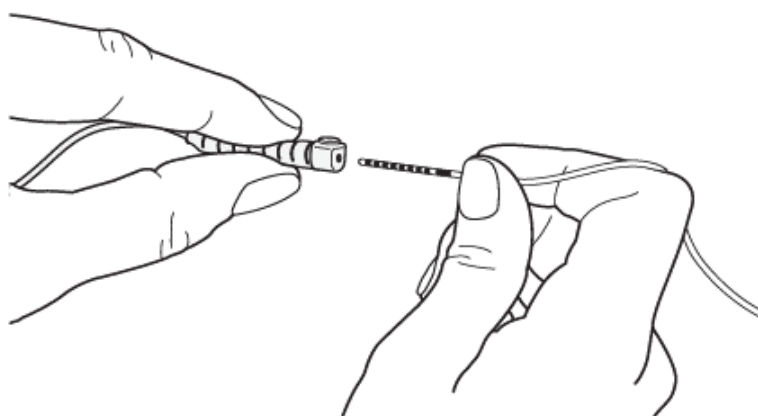

Рисунок 30. Перед введением возьмите электрод для ГСГМ и разъем удлинителя электродов по центру.
2. Возьмите электрод для ГСГМ рядом с удерживающей муфтой. Возьмите удлинитель по центру разъема удлинителя (рисунок 30).